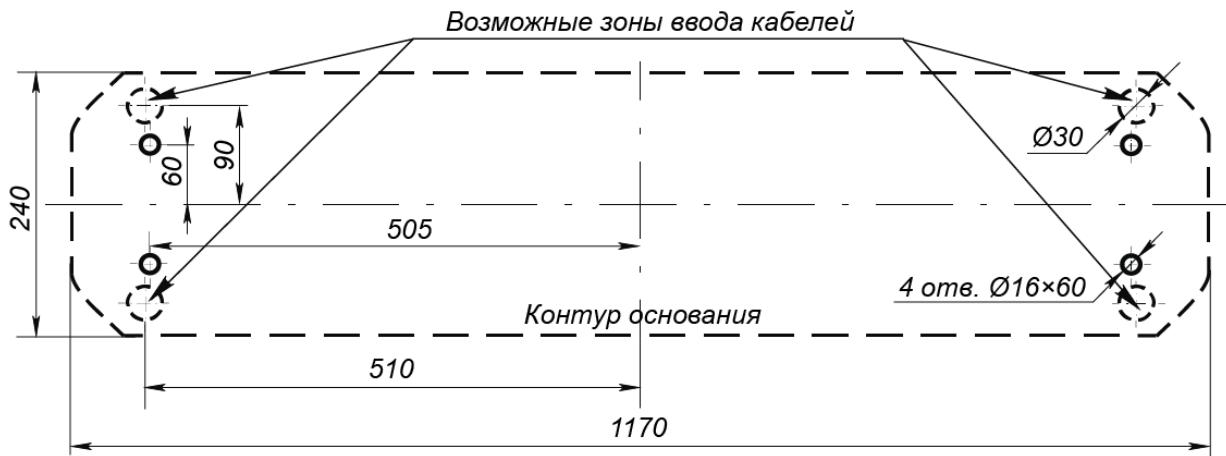

Рисунок 12. Схема разметки для установки стойки турникета¹
2. Подготовьте в полу отверстия под гильзы анкеров для крепления стойки турникета (см. рис. 12). При необходимости прокладки кабелей под поверхностью пола подготовьте в полу кабельный канал, подходящий к зоне ввода этих кабелей в стойку турникета. Установку и крепление стойки производите после прокладки всех кабелей в кабельном канале и внутри стойки. Прокладка кабелей внутри стойки показана на рис. 13.
4. Демонтируйте заглушку стойки (7) и контейнер картоприемника (9), открыв ключом замки (8, 10). Установите стойку турникета на гильзы анкеров и закрепите ее болтами M10.
6. Снимите крышку турникета (3), отвернув ключом винт установочный (13) (см. разд. 6).